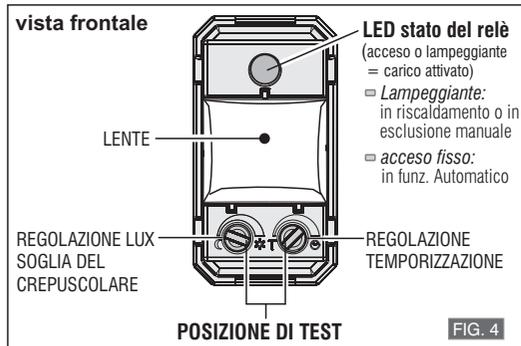

FIG. 4
- Ruotare delicatamente in **senso orario** il regolatore della luminosità (LUX) fino all'arresto, e quello della temporizzazione (TIME) in **senso antiorario** fino all'arresto (posizione di TEST vedere in FIG. 4).